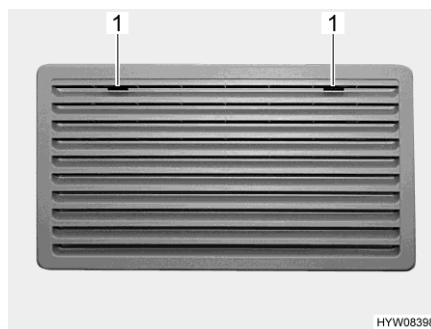
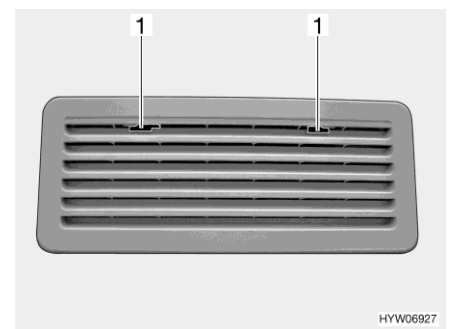

Bild 146 Kylskåpets ventilationsgaller (Thetford stort)
Bild 147 Kylskåpets ventilationsgaller (Thetford litet)
- Skjut spärren (Bild 146,1 eller Bild 147,1) till mitten.